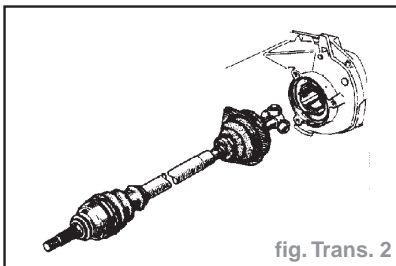

fig. Trans. 2
- Déposer le protecteur plastique du soufflet roulement et engager la transmission le plus horizontalement possible (fig. Trans. 2).